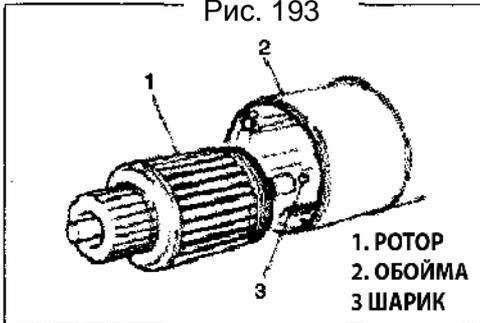

Рис. 194
9) Снимите ротор с обоймы стартера (Рис. 194).